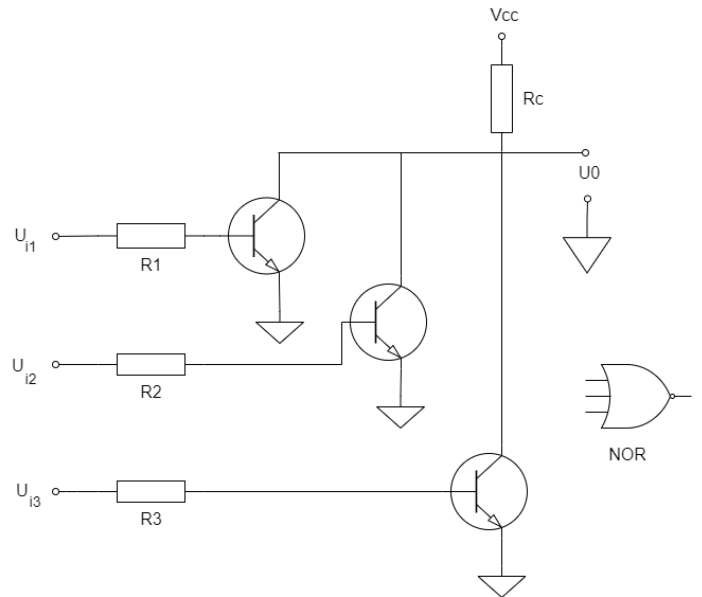

Figure 3: Schema porții NOR cu 3 intrări
- Poarta **NOR** conține 3 tranzistoare conectate în paralel (Fig. 3).